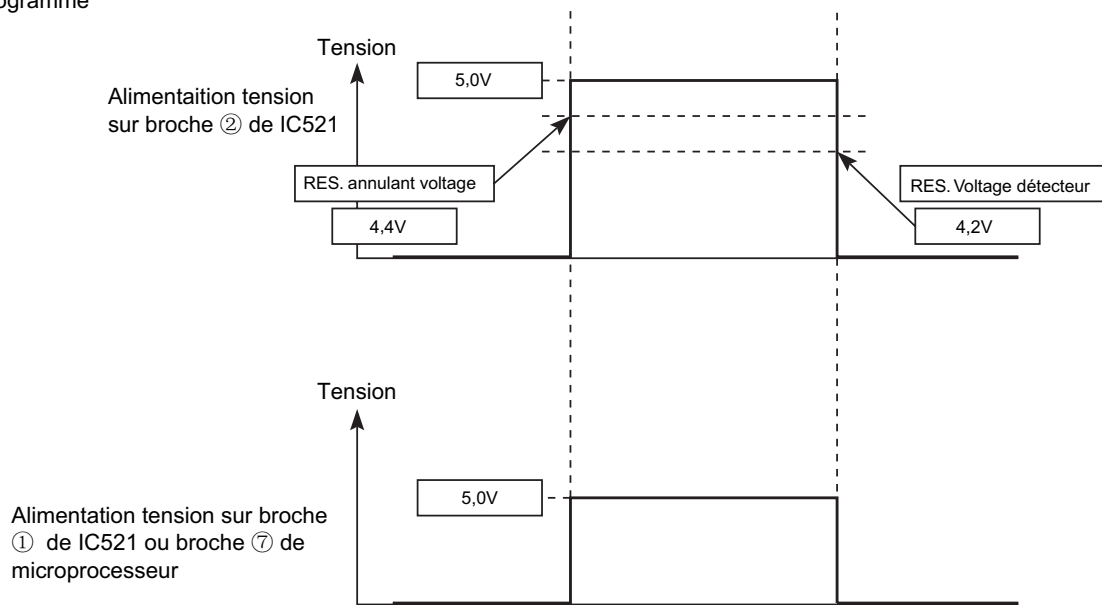

Fig.2-2
- Le microprocesseur opère quand la broche ⑦ du microprocesseur de l'unité intérieure (entrée de remise à zéro) est "Lo" pour la remise à zéro et "Hi" pour le chauffage.
- La forme d'onde de chaque partie à la commutation d'alimentation MARCHÉ et à l'extinction est indiquée sur la Fig. 2-2.
- Après la mise sous tension, la broche ① d'alimentation tension de IC521 et la broche ⑦ de microprocesseur deviennent Hi quand la ligne 5V CC augmente et atteint environ 4,4V ou plus. Alors, la remise à zéro sera annulée et le microprocesseur se remettra à fonctionner.
- Après l'extinction, la broche ① d'alimentation tension de IC521 et la broche ⑦ de microprocesseur deviennent Lo quand la ligne 5V CC baisse et atteint environ 4,2V ou moins. Le microprocesseur sera alors en état de remise à zéro.